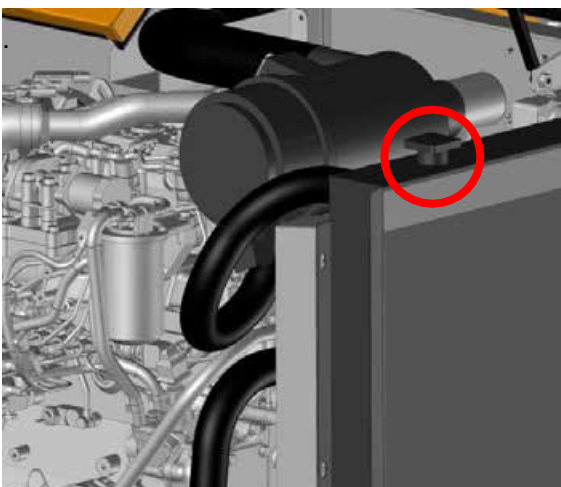

Abbildung 39. Kühlerdeckel
4. Schrauben Sie den Behälterdeckel ab und prüfen Sie den Kühlmittelstand (Bild 39).
4. Schrauben Sie den Tankdeckel vorsichtig ab (Abbildung 39) und entlasten Sie den Druck.